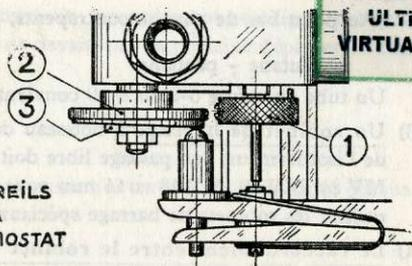

Fig. 4
Si la consommation est légèrement supérieure ou inférieure à ces débits, parfaire le réglage en vissant ou en dévissant le bouton moleté (1), placé dans le corps du bloc immédiatement derrière le bouton (2) de réglage des températures du thermostat (Fig. 4).